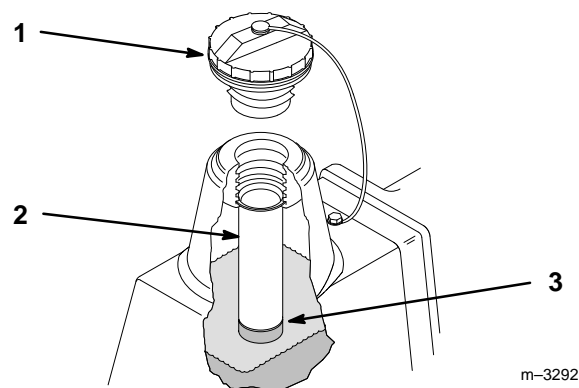

Abbildung 42
- Den Bereich um den Einfüllstutzen des Hydrauliköltanks herum reinigen (Abb. 42).
- Den Verschluß vom Einfüllstutzen abnehmen und in den Stutzen sehen, um den Flüssigkeitsstand zu kontrollieren. Der Flüssigkeitsstand sollte über dem unteren Rand des Siebs liegen (Abb. 42).
- Bei zu niedrigem Flüssigkeitsstand Öl nachfüllen, um den Pegel über den unteren Rand des Siebs zu bringen (Abb. 42).